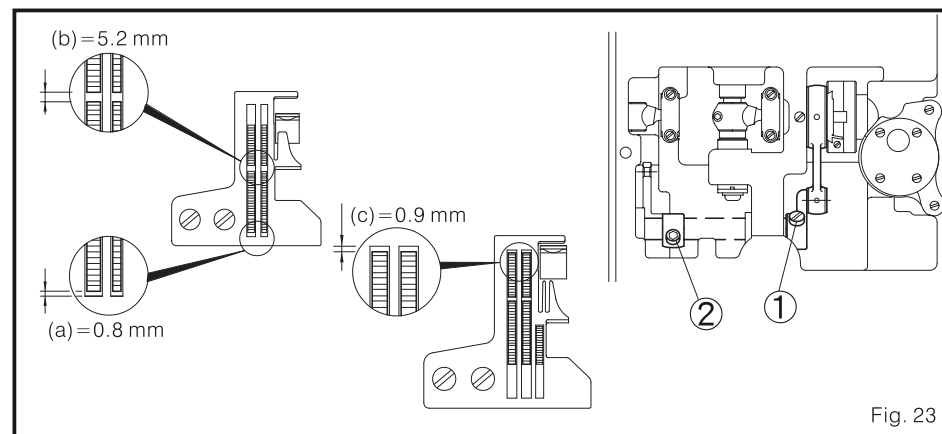

Fig. 23
(3) Para ajustar:
- a. Solte o parafuso 1 e 2. Mexa a manivela de atrás para à frente isto faz pára o espaço (c) de uns 0.9 mm, como também o espaço (b) isso é 5.2 mm. (Fig. 23)